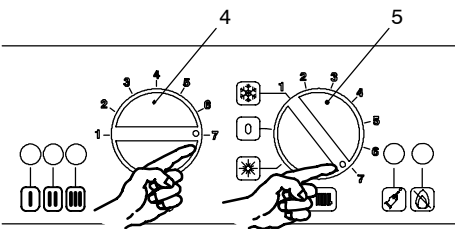

fig. 7.1
- 5 Ruotare il selettore di funzione 5 come in fig. 7.1
- 6 Ruotare la manopola di temperatura sanitaria 4 al massimo fig. 7.1